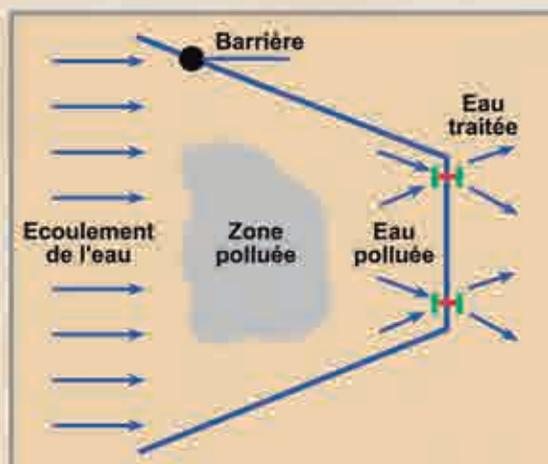

Figure 6
- ◆ la barrière active : la nappe est interceptée par un écran où seront disposées une ou plusieurs portes dans lesquelles sera effectué le piégeage ou le traitement des éléments dissous (figure 6). Cette configuration est bien adaptée aux sites où le gradient de la nappe est bien établi, facile à calculer et suffisamment important, sans l'être trop cependant pour que le flux pollué ne puisse contour-
ner l'écran. Une étude hydrogéologique préliminaire détaillée permet de dimensionner la barrière, opération quelquefois délicate. Le débit dépendra principalement d'un paramètre assez difficile à appréhender : la perméabilité d'ensemble du terrain que percolera la nappe ; la marge d'incertitude est souvent importante et peut varier dans la proportion de 1 à 10, ce qui signifie que le débit pourrait varier de 1 à 10 dans le pire des cas. On pallie cet inconvénient en prenant principalement en compte la valeur la plus pessimiste, soit la perméabilité la plus forte entraînant en corollaire le débit le plus élevé. Cela peut éventuellement renchérir le coût d'installation et pourrait même rendre impossible la réalisation du projet, si le débit que l'on doit prendre en compte était trop élevé pour le traitement envisagé ; l'objectif étant toujours d'éviter les contournements latéraux ou horizontaux (figure 6) :